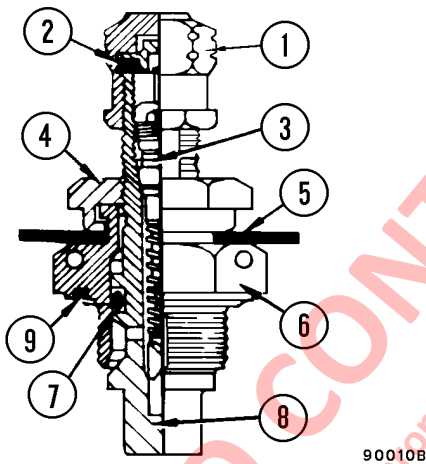

FIGURA 3-2. VÁLVULA DE CARGA
2. Retire la tapa de la válvula de carga (1, Figura 3-2), suelte la tuerca giratoria (4) (hexagonal pequeña) de la válvula de carga y dele tres vueltas completas hacia la izquierda para desasentar el sello de la válvula. Conecte el kit de carga.